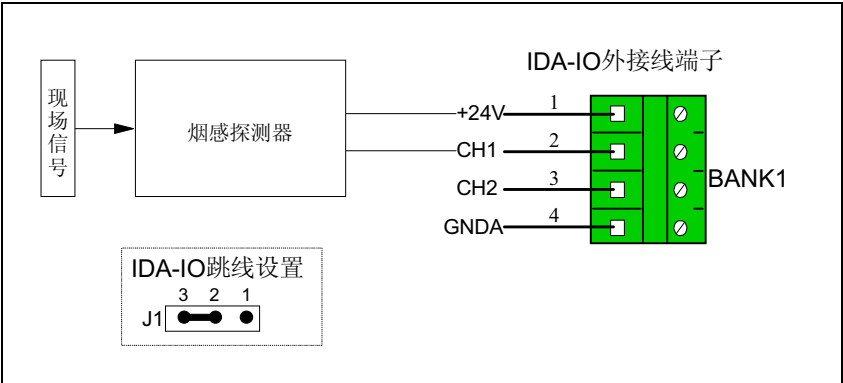

图9-11 烟感探测器的接线示意图
6. 外接烟感传感器时，具体接线方法如图9-11所示。同时此通道设为直流电压量通道。一般当烟感告警时，测量值大于10V；无告警时，测量值小于5V。建议将阈值设为7V。